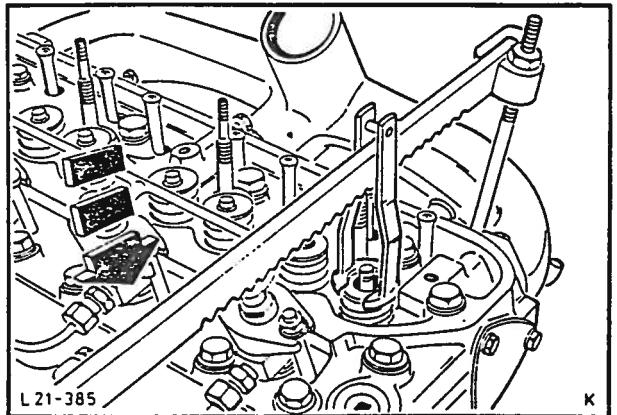

Fig. 142 Press ned ventilfjærerne med spesialverktøyet.
3. Demonter ventilfjærerne. Beveg stemplet i hver sylinder til ovre dødpunkt. Press ned ventilfjærerne og ventiltallerknene med spesialverktøy 21-024 og 03/04. Ta av ventillåsene og slipp opp ventilfjærerne, fig. 142.